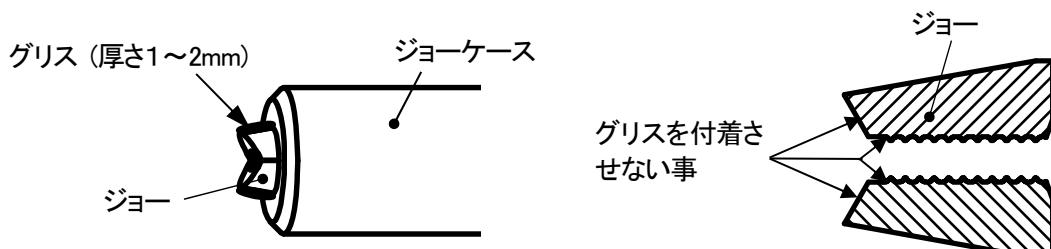

図 7-5
- ⑦ジョーケースにジョーを組み付けてください。グリスをジョーケースより突き出したジョーのテープ面にも同様に塗布してください。(図 7-5)